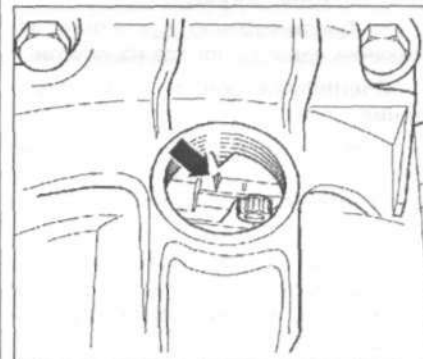

Рис. 5.61. С помощью стробоскопа: направьте его на метку опережения зажигания.
6. С помощью стробоскопа: направьте его на метку опережения зажигания (рис. 5.61).